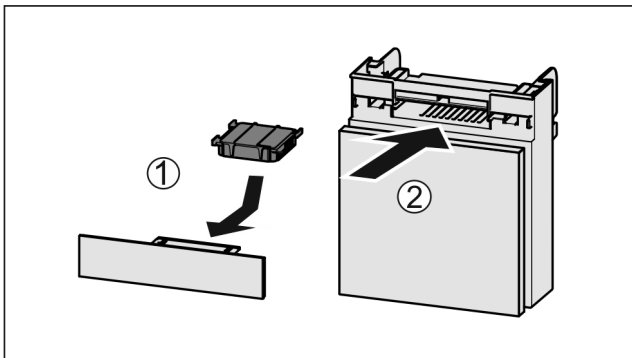

Fig. 149
- ▶ Aktivkohlefilter nach Abbildung einsetzen *Fig. 149 (1)*.
- ▶ Fach einschieben *Fig. 149 (2)*.